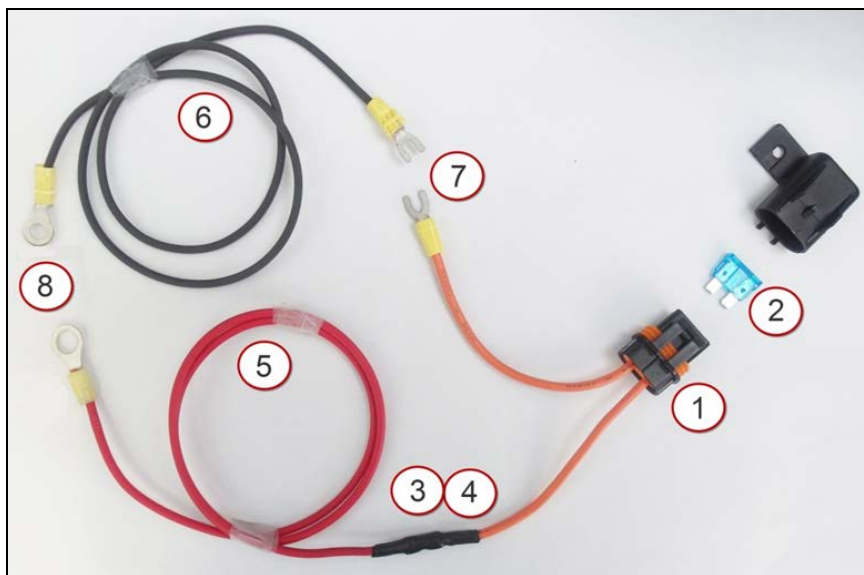

FIGURE 2
4. Compléter le câblage tel que montré sur la Figure 2.